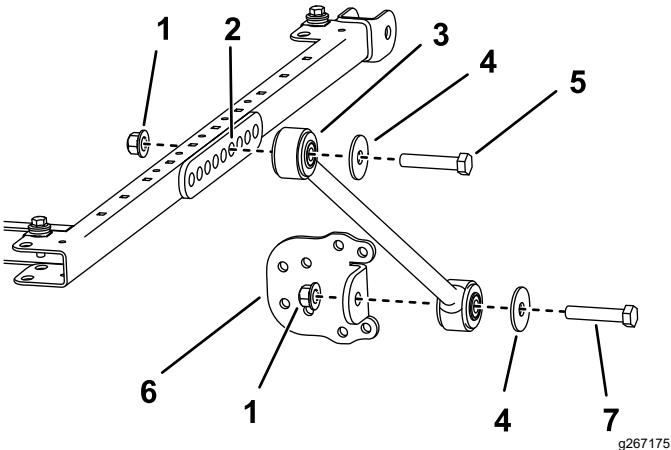

Рисунок 27
11. С каждой стороны рамы солнцезащитного навеса прикрепите, не затягивая, подпорку к шестому отверстию монтажного кронштейна с помощью болта ($\frac{1}{2} \times 2\frac{3}{4}$ дюйма), шайбы ($\frac{1}{2}$ дюйма) и фланцевой гайки ($\frac{1}{2}$ дюйма), как показано на рис. Рисунок 27.
12. Прикрепите, не затягивая, кронштейн подпорки к каждой подпорке с помощью болта ($\frac{1}{2} \times 2\frac{1}{2}$ дюйма), шайбы ($\frac{1}{2}$ дюйма) и фланцевой гайки ($\frac{1}{2}$ дюйма), как показано на Рисунок 27.